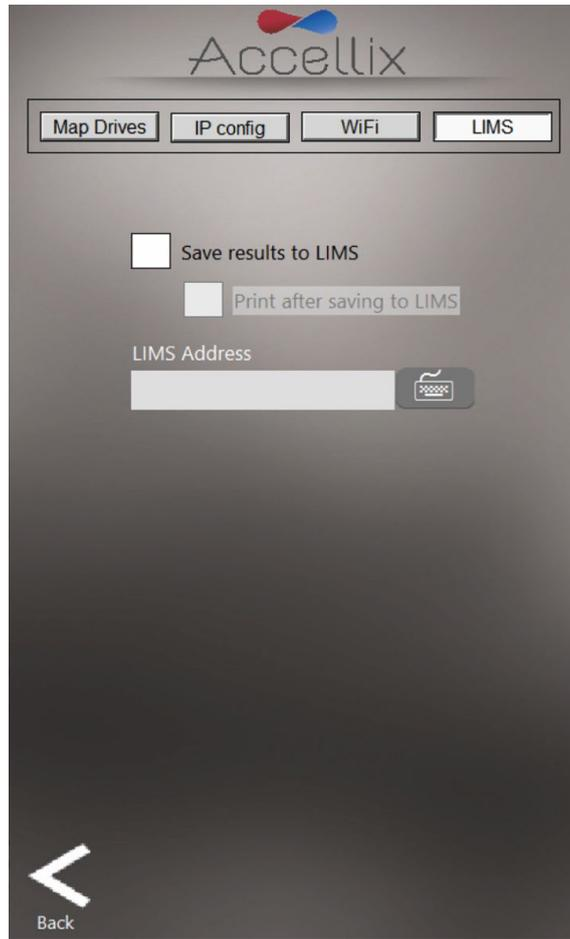

图29：网络屏幕：LIMS 选项卡
4. 要配置某一系统以将数据保存到 LIMS 系统，请选择 LIMS 选项卡（图 29），以启用该系统，将数据保存到 LIMS 系统：